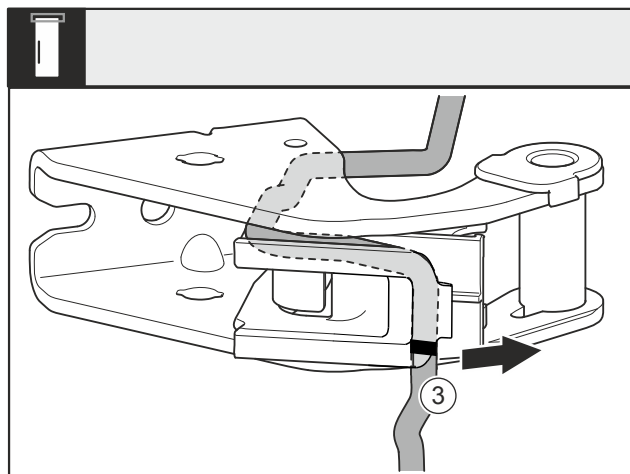

Fig. 31
- Kabel skupaj z držalom kabla Fig. 31 (3) odstranite z ležajnega podstavka.